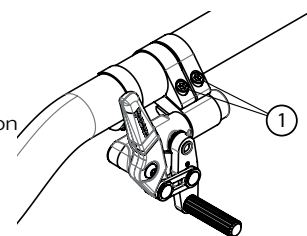

Fig. 28
- Allentate le viti (1) (Fig. 28).
- Stringete le viti (1) fino a che non sono perfettamente adattate. Il serraggio finale deve essere fatto manualmente.